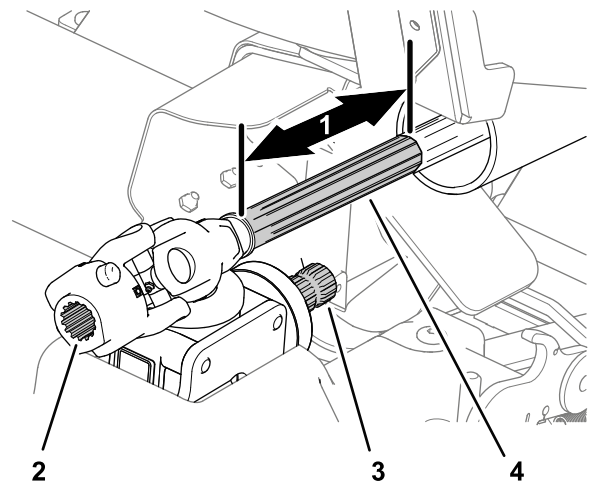

Bild 54
3. Reinigen Sie die Keile der Getriebewelle und die Keile der Antriebswelle (**Bild 54**).
4. Reinigen Sie die Gleitoberfläche der vorderen Antriebswelle (**Bild 54**).
5. Tragen Sie Gleitmittel auf die Keile der Getriebewelle und der Antriebsgelenkkupplung auf (**Bild 54**).
6. Tragen Sie Gleitmittel auf die Gleitoberfläche der vorderen Antriebswelle auf (**Bild 54**).
2. Ziehen Sie die vordere Hälfte der Antriebswelle (**Bild 54**) um 25 cm nach vorne.